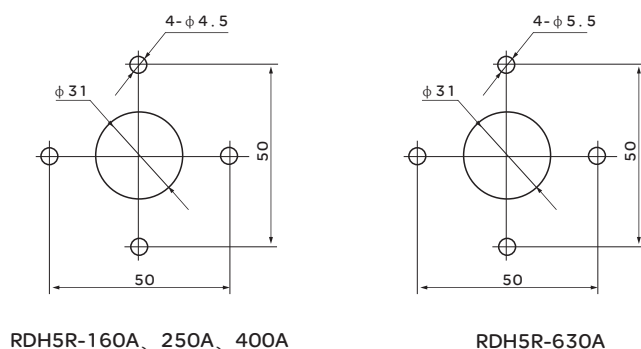

图5 面板开孔尺寸(柜外操作)
面板开孔尺寸（见图 5）
- ☐ 根据开关的外形与安装尺寸确定手柄的安装中心位置，并按面板开孔尺寸(见图5)在柜门面板上开孔，然后将手柄固定在柜门面板上。